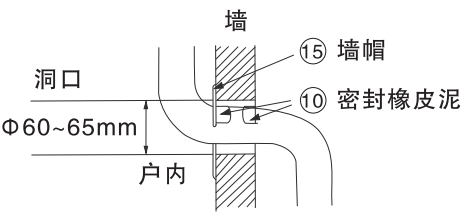
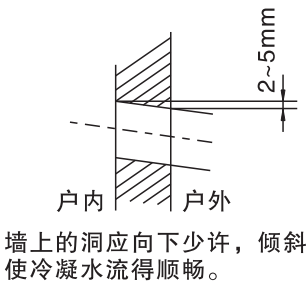
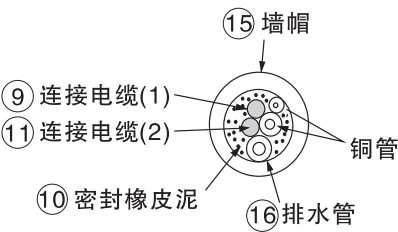

图29
图30
图31
- 2 用附件⑮墙帽及附件⑩密封橡皮泥来整理墙上的洞，如图29、图30及图31。